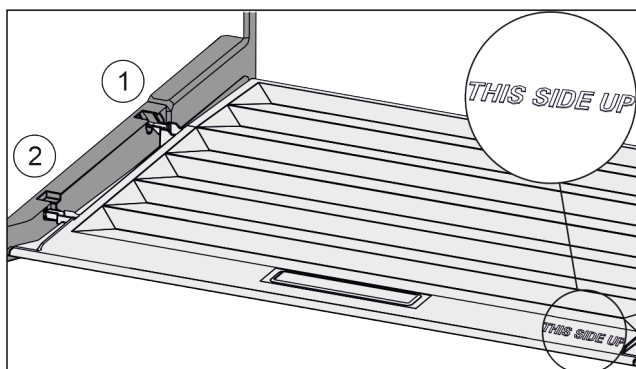

Fig. 37
- Deckelstege über Öffnung der hinteren Halterung Fig. 37 (1) einführen und vorne in Halterung Fig. 37 (2) einrasten.